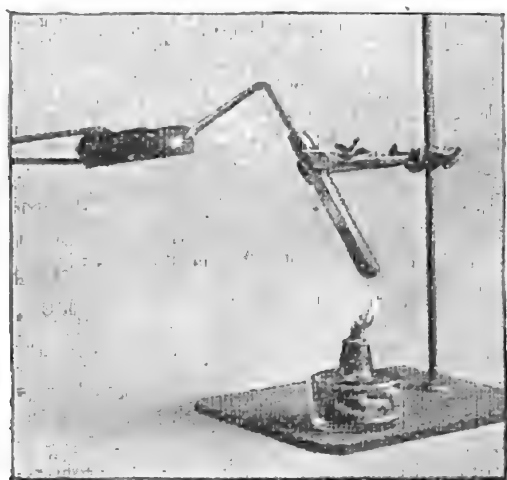

Fig. 18. — Un jet d'oxygène rend incandescent un charbon presque éteint.
**EXPÉRIENCE.** — Une allumette ne présentant plus qu'un point rouge se rallume et brûle avec un vif éclat lorsqu'on l'introduit dans un flacon contenant de l'oxygène ; le charbon (*fig. 18*), le soufre, etc. qui se consomment à l'air, brûlent avec plus de vivacité si l'on dirige sur eux un jet d'oxygène.